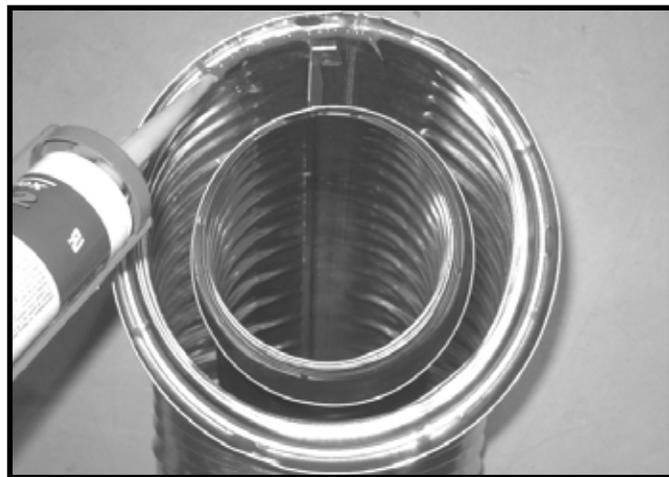

Figure 7.1 Scellant de silicone à haute température
- Appliquez une bande d'agent d'étanchéité à base de silicone (degré minimum d'exposition continue de 150 °C [300 °F]) dans le joint femelle externe du conduit avant de relier les sections. Voir la figure 7.1. **OU**